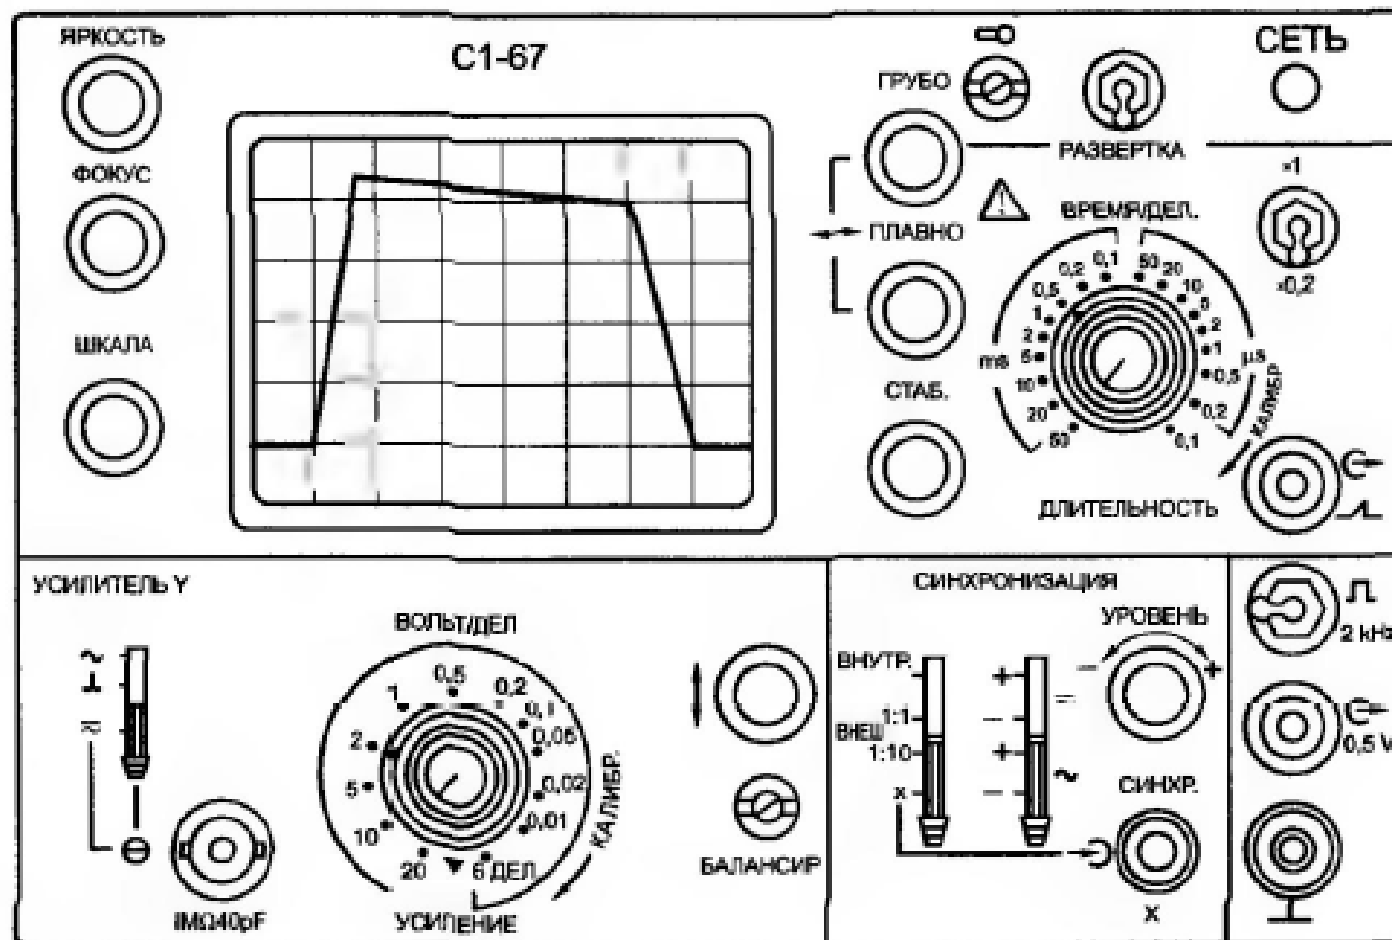

Рис. 7.2. Изображение лицевой панели осциллографа С1-67 с импульсным сигналом
**7.1.** Определить входное полное сопротивление по входу Y прибора С1-67, изображенного на рис. 7.2.